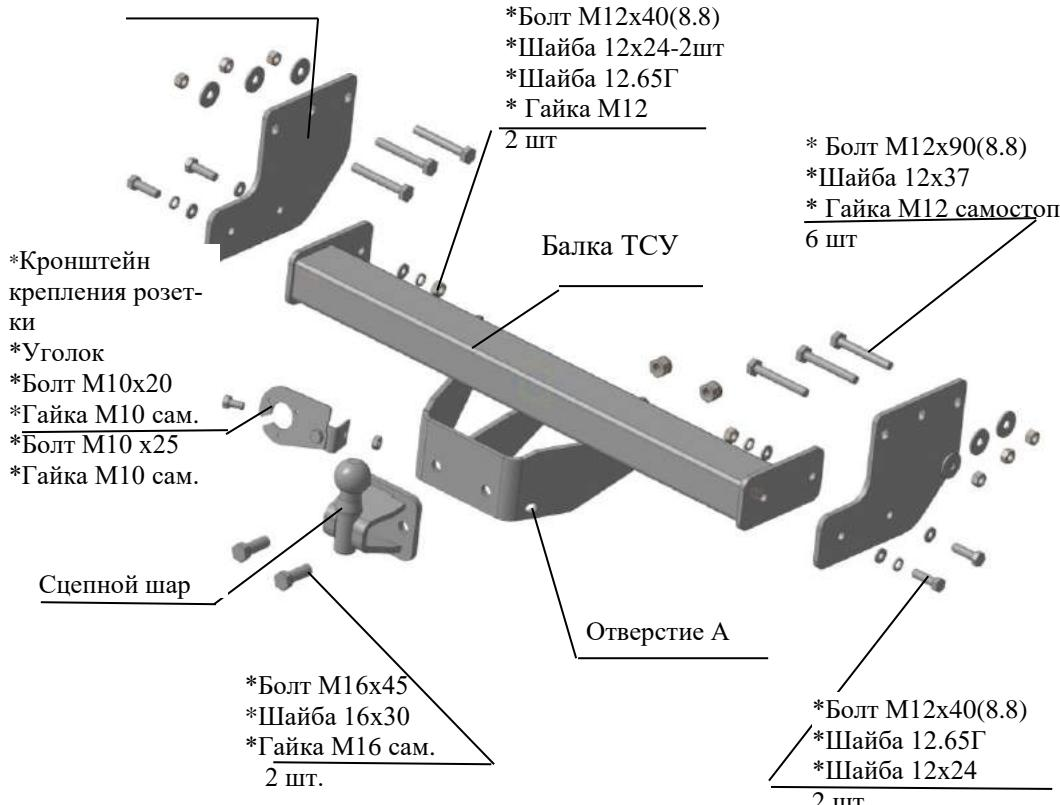

Рис.1 Тягово-сцепное устройство 5020.
2.1 ТСУ 5020 в сборе (рис.1)	1 шт.
2.2 Пакет с комплектующими (см. рис.1)+защитный колпак	1 шт+1 шт.
4.2 Установить боковой левый кронштейн к внутренней полке левого лонжерона, используя болты M12x90 и крепеж соответственно рис.1.
4.4 Закрепить балку ТСУ к съемным боковым кронштейнам болтами M12x40 и крепежом соответственно рис.1. Крепеж не затягивать.